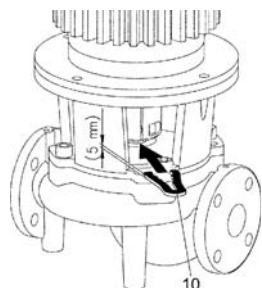

Fig. 19: Vahehargi kohaleasetamine
- Lükake vahehark (Fig. 19, nr 10) distantsääriku ja ühenduse vahele.
- Lükake vahehark (Fig. 19, nr 10) distantsääriku ja ühenduse vahele. Vahehark peab istuma lõtkuvabalt.